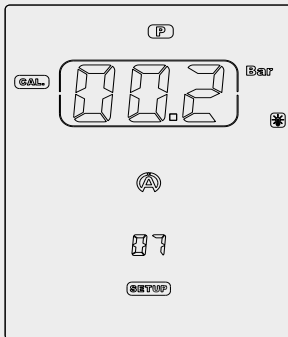

Figure 21
- Tyrecontrolに圧力が入力されていないのにFACEが圧力の値を示しているときにセンサーを校正してください (例 : Figure21) 。 Tyrecontrolの測定口はフリーでなければなりません。